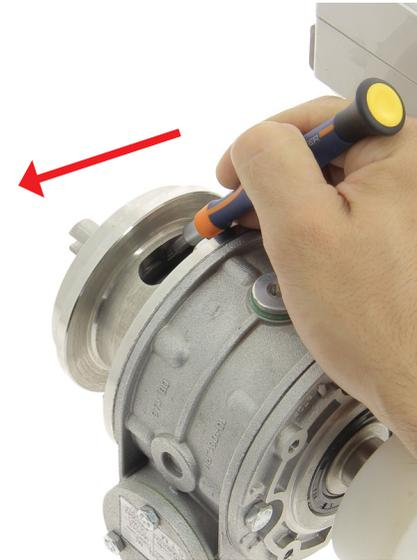

Fig 3.
2. Insérez un tournevis dans l'encoche, puis vissez la bague entre le flasque de pompe et le corps de réducteur en le mettant le plus à l'horizontale possible, puis tapez sur le tournevis vers l'extérieur, jusqu'à séparation du flasque de pompe du corps de réducteur (*fig 3 et 4*).